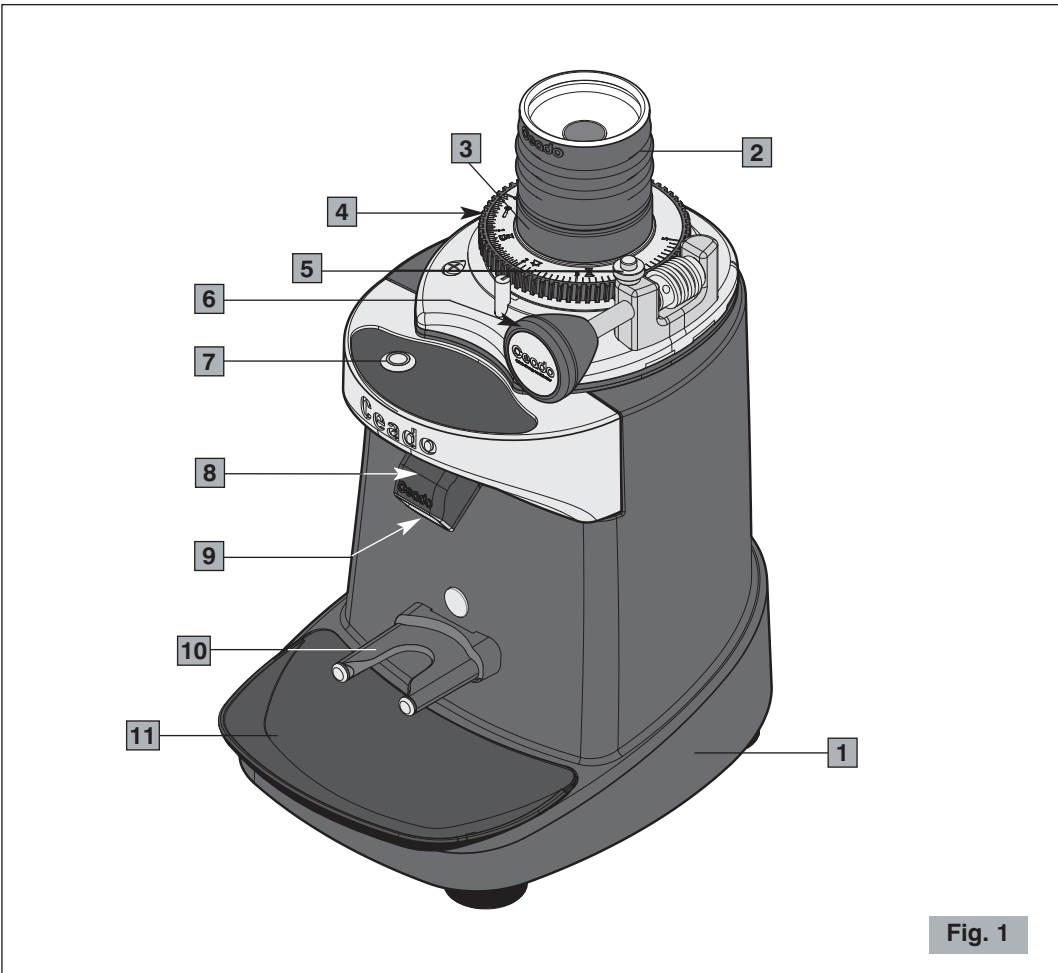
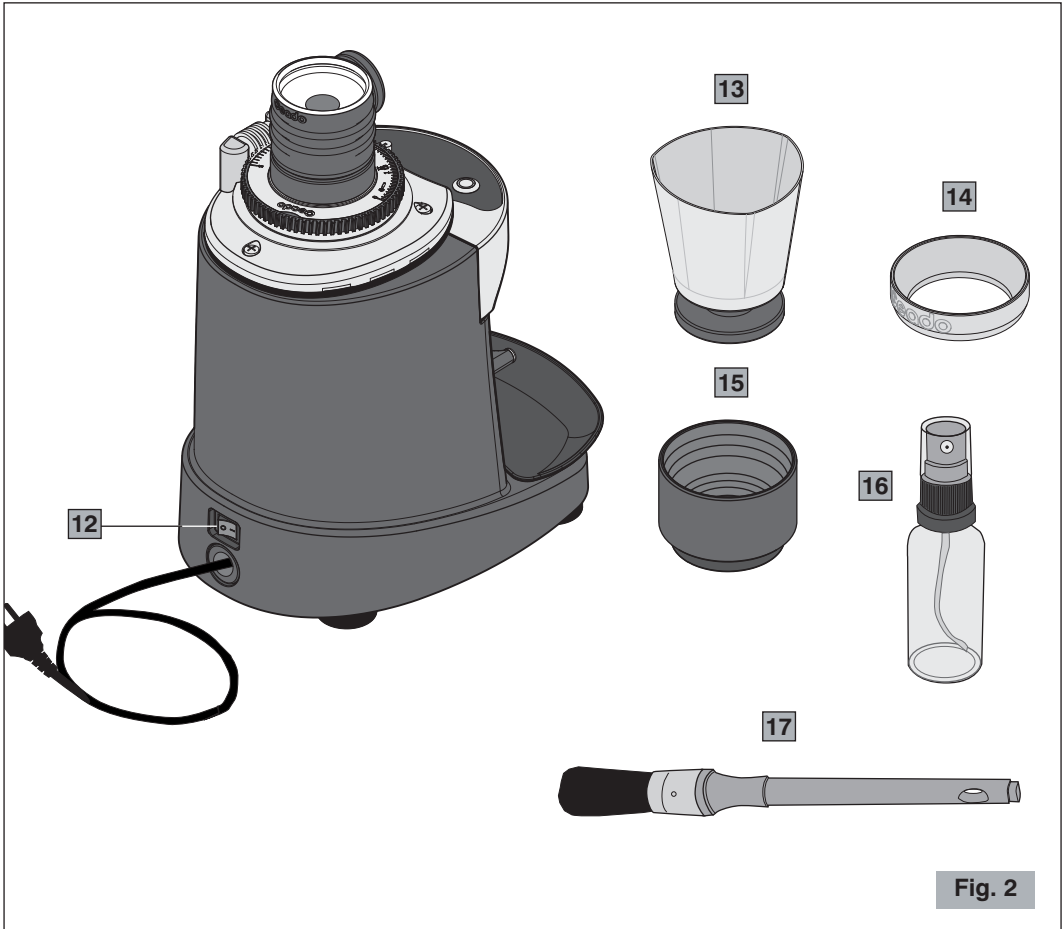
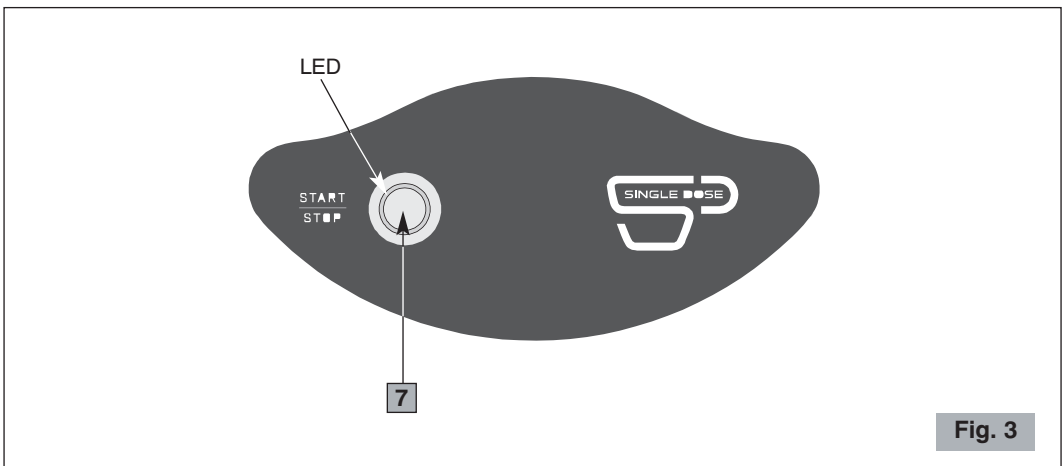

Fig. 1
Fig. 2
Fig. 3
The motor gets blocked.	<ul style="list-style-type: none">• If the motor gets blocked due to incorrect regulation of grinding or to the presence of a foreign body in the burrs, try increasing to the coarsest grain size by turning the grinding adjustment disc clockwise (4 Fig. 1). If this is not enough, switch off the appliance, disconnect the plug from the socket and consult technically qualified personnel.
Composants principaux (Fig. 1, Fig. 2, Fig. 3)
Avant de brancher la fiche à la prise de courant, s'assurer que l'interrupteur ON-OFF (12 Fig. 2) est en position d'arrêt « O ».
- 1 Mettre l'interrupteur ON-OFF en position « I » (12 Fig. 2).
- 2 Préparer la quantité souhaitée de grains de café à moudre à l'intérieur du mélangeur (15 Fig. 2).
- 3 Placer la coupe porte-filtre sur la fourche d'appui (10 Fig. 1) (avec ou sans l'entonnoir fourni avec 14 Fig. 2). Si l'on souhaite verser le café dans le récipient fourni avec, insérer sa base dans la fourchette.
- 5 Pour réduire l'électricité statique (en particulier dans certains types de café), pulvériser 2 ou 3 fois de l'eau sur les grains prêts à être moulus en utilisant le flacon pulvérisateur fourni avec (16 Fig. 2).
- 8 Enlever le couvre-bouche de sortie (8 Fig. 1) et faire tomber le café moulu restant avec le pinceau fourni avec (17 Fig. 2).